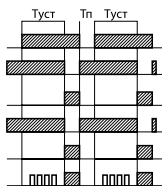

Рисунок 12. Схема работы реле PB1 (в режиме работы А) и реле PB4
2. Для реле PB1 в режиме А и реле PB4 нагрузки, подключенные к контактам 1-3 и 8-6, работают в режиме 2р переключения — задержка включения (см. рисунок 12).